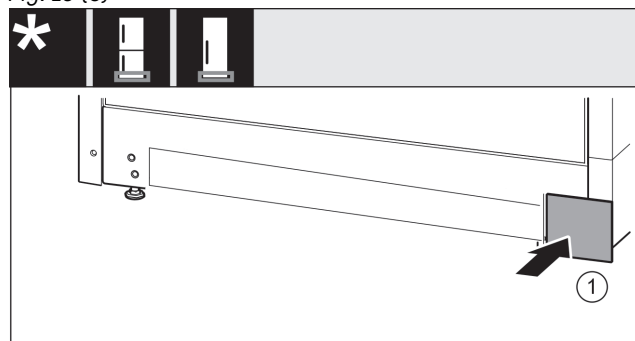

Fig. 14
- ▶ Τοποθετήστε ξανά το κάλυμμα στην άλλη πλευρά. Fig. 14 (1)